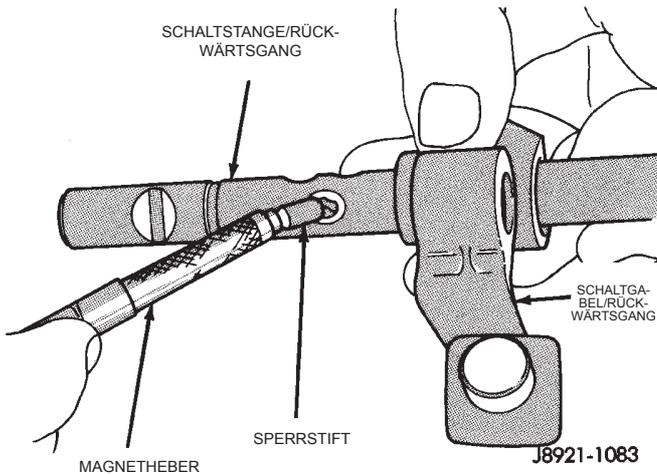

Abb. 79 Sperrstift der Schaltstange/Rückwärtsgang ausbauen
(32) Den Sperrstift aus der Schaltstange für den Rückwärtsgang mit einem Magnetheber herausziehen (Abb. 79).